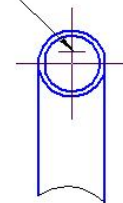

Рис.3.4.2 Схема регулировки элементов цилиндрической печатающей головки
Процесс регулировки элементов ПГ заключается в установке заряжающего электрода 3 и ловушки 5 относительно траектории струи 2 в положения, показанные на рис.3.4.1 и рис.3.4.2
Струя 2 должна проходить в середине щели заряжающего электрода 3 параллельно его пластинам, а также параллельно поверхности отклоняющего электрода 4 и попадать в ловушку 5 в указанной на рис.3.4.1. и рис.3.4.2 зоне. Вид А – зона попадания струи.
Регулировка производится в следующей последовательности согласно рис.3.4.2.
4. Отрегулировать положение зоны попадания струи 2 вид А (рис.3.4.2) в ловушку 11 путем смещения ловушки 5 влево и вправо или вверх и вниз.